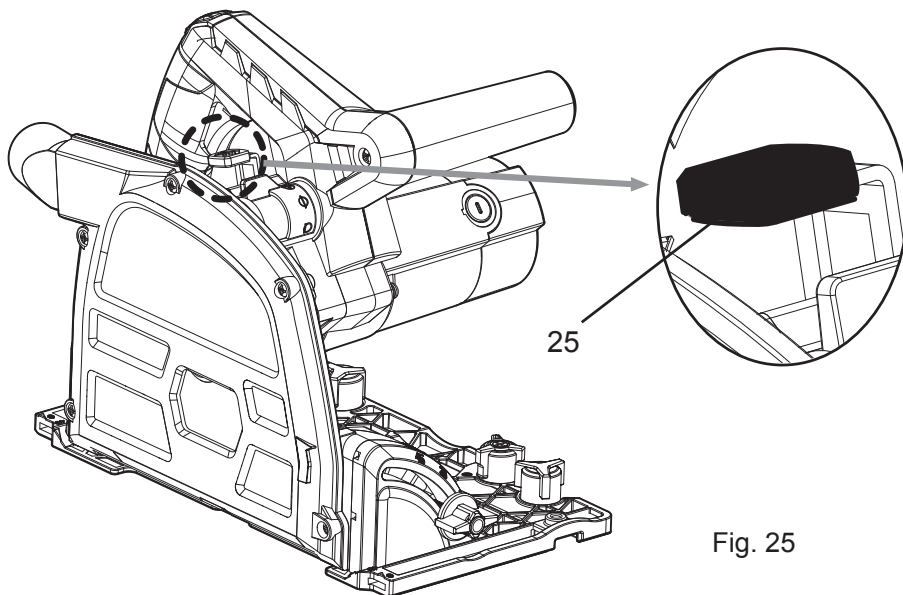

Fig. 25
2. Rode o seletor da função (18) para o ícone de substituição da lâmina de serra. (Ver a secção “Seleção da função”)
3. Pressione o botão de bloqueio da função de imersão (1) e empurre o motor para baixo.
4. Pressione e mantenha pressionado o travão do eixo (25). (Ver Fig. 25)